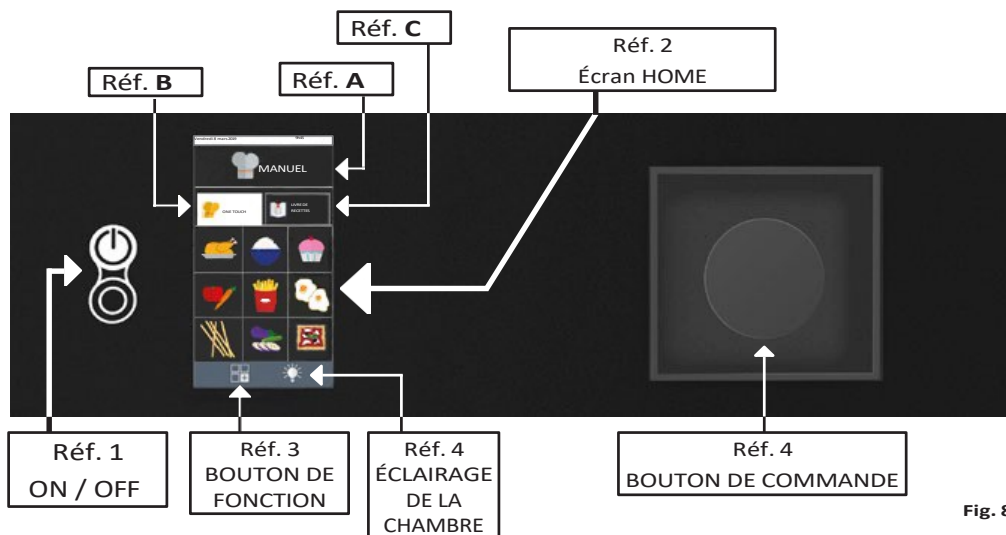

Fig. 8
Allumez le four à convection à l'aide du bouton « **ON / OFF** » **réf. 1 fig. 8**.
- Les lumières à l'intérieur de la chambre de cuisson s'allument en appuyant sur le bouton correspondant (**fig. 8 - réf. 4**) et s'éteignent automatiquement après 45 secondes, si elles ne sont pas éteintes avant en appuyant à nouveau sur le bouton.